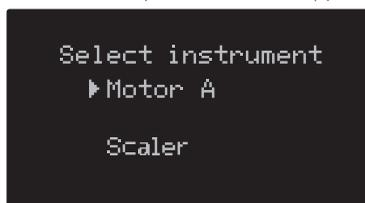

Fig. 3 Schermata di selezione del dispositivo
- 2) Sul display standard, premere il tasto **[ESC]**. Il display passerà alla modalità di selezione del dispositivo utilizzando il motore A oppure l'ablattore. Viene visualizzata la schermata della Fig. 3.